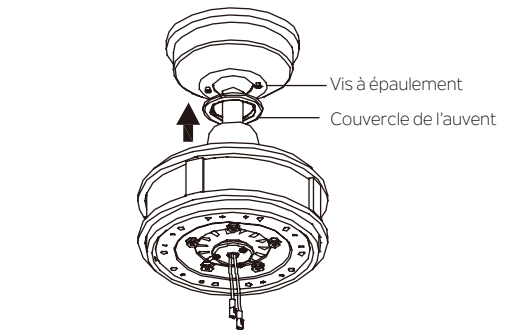

Fig. 18
Étape 2. Fixer et serrer fermement le couvercle du trou de la verrière sur les vis à épaulement du support de montage à l'aide de la fonction de verrouillage par rotation de la rainure de clavette. (Fig. 18)